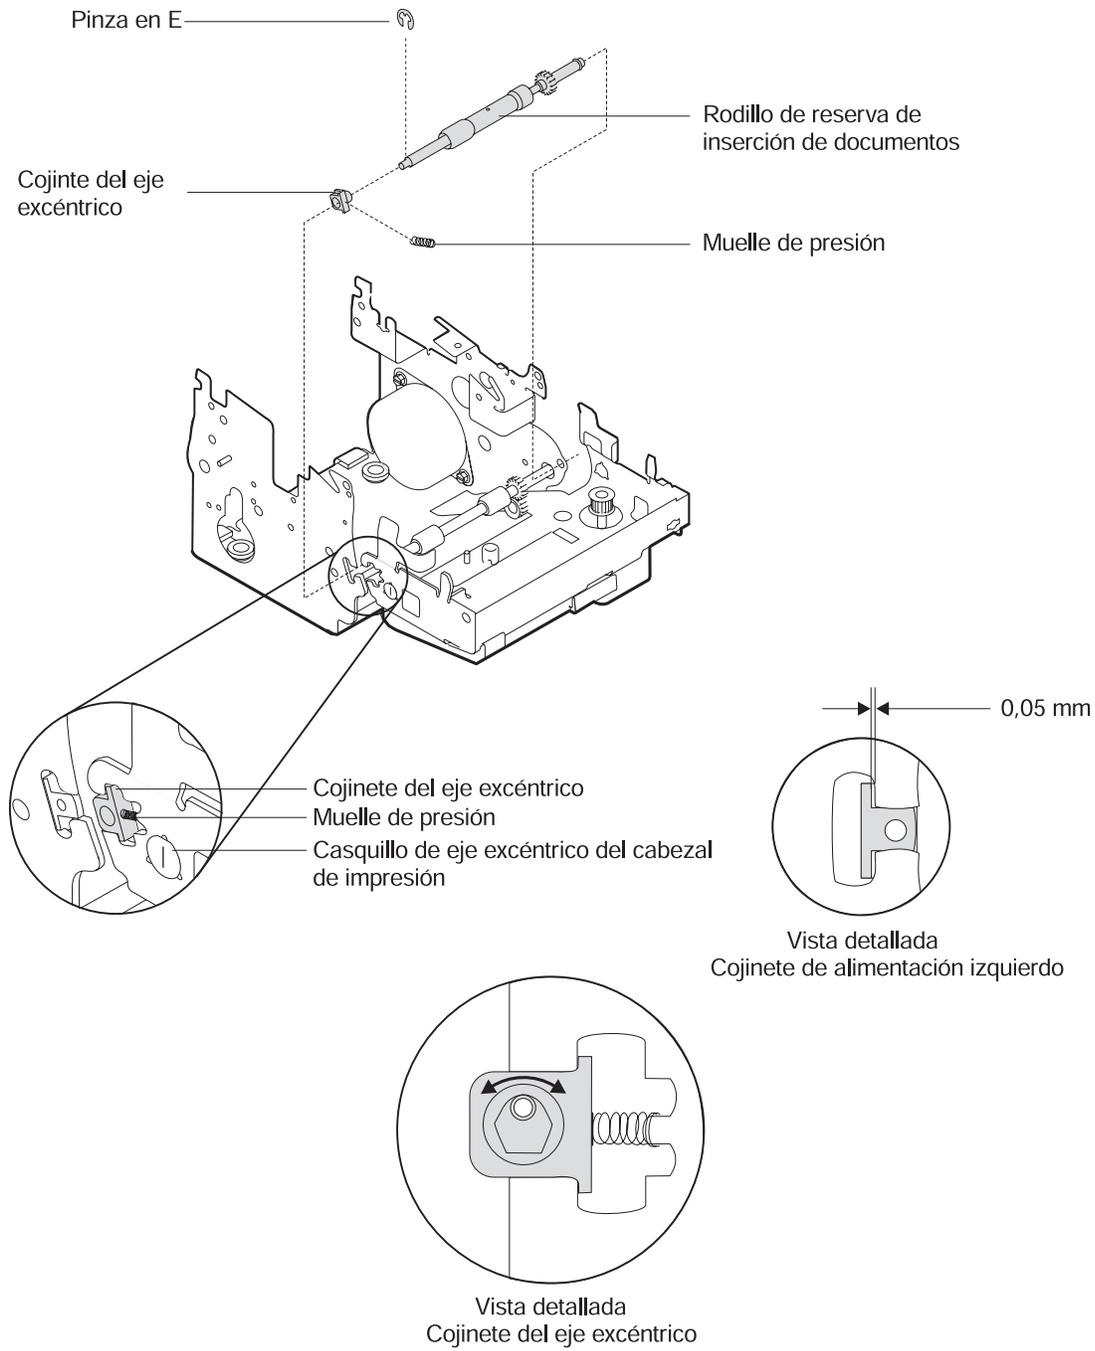

Figura 5-1. Ajuste de formularios de ID
1. Gire los casquillos de ajuste de la holgura del cabezal de impresión en dirección contraria al rodillo (en el sentido de las agujas del reloj mirando desde el lado izquierdo de la impresora). Asegúrese de que el cabezal de impresión no esté situado totalmente a la derecha. Consulte la Figura 5-1 en la página 5-3.